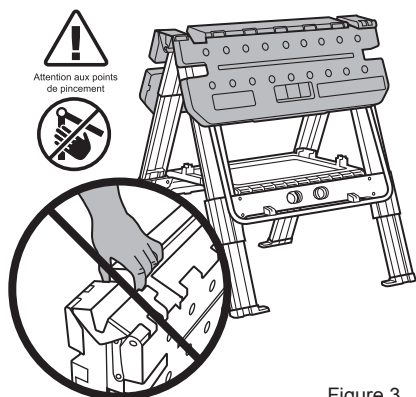

Figure 3
4. Ouvrir les pattes complètement jusqu'à ce que le plateau à outils soit à plat. Les pattes de la table et le plateau à outils devraient avoir une forme en « A ». (figure 3)